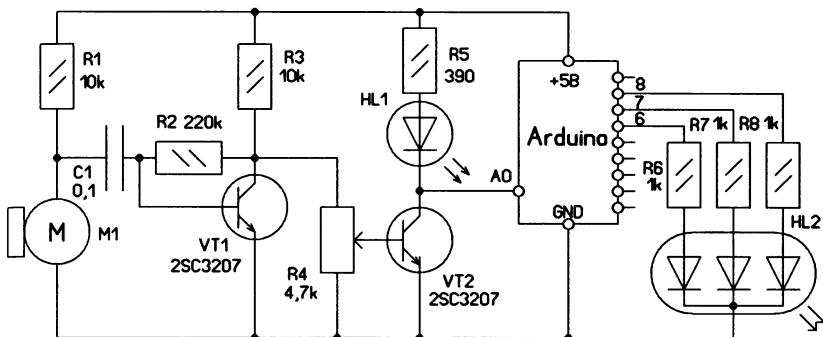

Рис. 10
Для визуальной объективности оценки работы надо добавить ещё два светодиода или поставить в схему один трёхцветный (рис. 10). Относительную избирательность программы к коротким и протяжным звукам можно проверить, распевая или выкрикивая «а». Короткие сигналы будут переключать цвета свечения светодиода, а протяжные блокировать (иногда не сразу) переключения. Стока «y1=y2;delay (300);» ограничивает «скорость переключений» в 0,3 сек., а строка «if (y1-y2>=200){....}» определяет временной порог, отличающий корот-